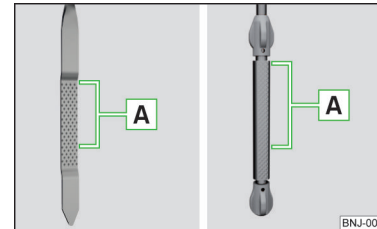

Abb. 168
Ölmesstab » Abb. 168
- Der Ölstand darf keinesfalls oberhalb oder unterhalb des Bereichs  » Abb. 168 liegen - es besteht die Beschädigungsgefahr des Motors sowie der Abgasanlage.